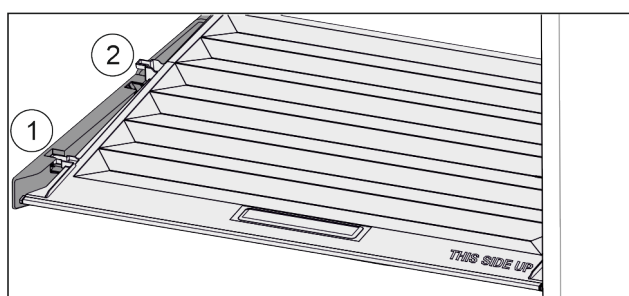

Fig. 81
- Trekk dekslet til åpningen i holdedelene fremover Fig. 81 (1).
- Løft ut nede bak og ta opp og ut Fig. 81 (2).